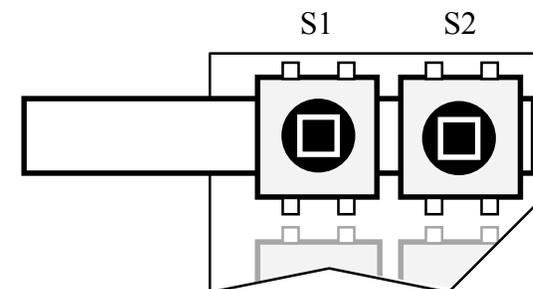

Figura 5-2
- Posicione los pulsadores S1 y S2 como se muestra en la Figura 5-2, utilizando el espaciador para fijar la altura del interruptor y asegurándose que las cuatro patas de cada pieza están centradas en sus agujeros. Presione gentilmente cada interruptor hasta que descansa plano sobre el espaciador (Precaución: los terminales de los interruptores son delicados) *No suelde todavía.*